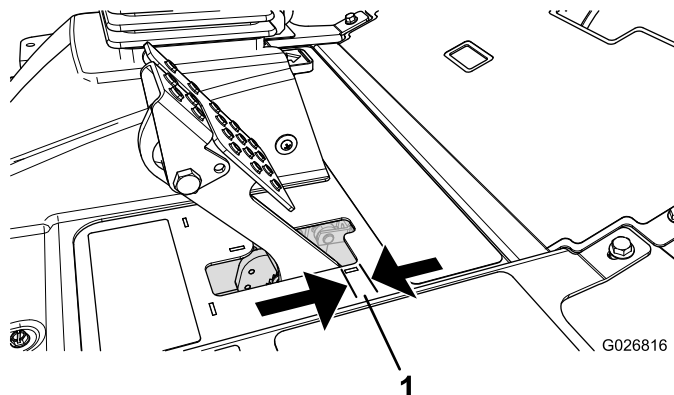

Figure 71
Régalez les freins si la garde à la pédale de frein est supérieure à 2,5 cm (1 po) (Figure 71) ou si la force de maintien offerte est insuffisante. La garde est la distance parcourue par la pédale de frein avant que le freinage soit ressenti.
2. Serrez l'écrou arrière afin de pouvoir déplacer le câble en arrière jusqu'à obtention d'une garde de 0,63 à 1,27 cm ($\frac{1}{4}$ à $\frac{1}{2}$ po) (Figure 71), avant le blocage de la roue.